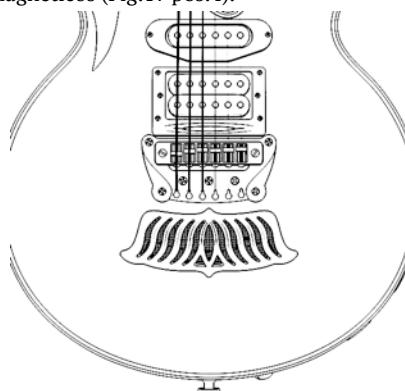

Fig. 16
- sistema acústico con un altavoz portátil con dos salidas acústicas de bocina (Fig. 16). Salida de la parte frontal del altavoz (transmisor) está situada dentro del marco de fonocaptor del puente (Fig.1 pos. 18, Fig.16), salida de la parte trasera del altavoz está cubierta por una tapa decorativa (Fig.1 pos.16, Fig. 16);